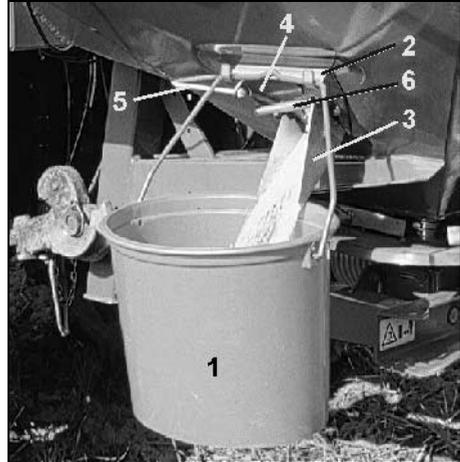

Fig. 32
- Den Auffangbehälter (Fig. 32/1) mittels Bügel an der Halterung (Fig. 32/2) einhängen. Auffangbehälter an der Klemmvorrichtung (Fig. 32/3) einrasten.
- Den Seitenschieber (Fig. 32/4) der Auslaufrutsche ca. 5 sec. durch Ziehen am Seil (Fig. 32/5) vollständig öffnen (um gleichmäßigen Düngerausfluss zu gewährleisten). Hiernach die aufgefangene Düngermenge wieder in den Behälter des Streuers zurückschütten.